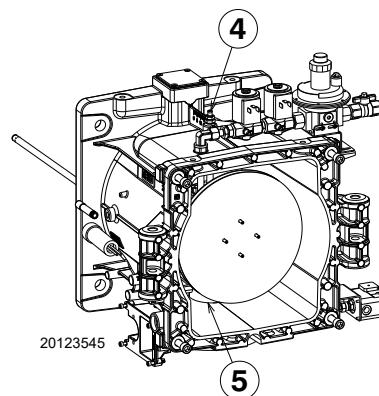

Fig. 21
- F svincolare il distributore gas dalla sede 5)(Fig. 21) quindi estrarlo.